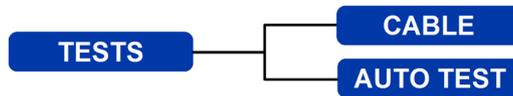

Fig. 15 Mapa de menú de tests: comprobación de Ethernet (1)
(1) Cuando la unidad remota del SignalTEK NT está conectada directamente pero no se detecta ninguna red activa, la barra de información de la página de inicio muestra el mensaje “Ethernet”. Al seleccionar el icono TESTS, se accede a los tests de la Ethernet que se muestran en el mapa de menú en la Fig. 15.